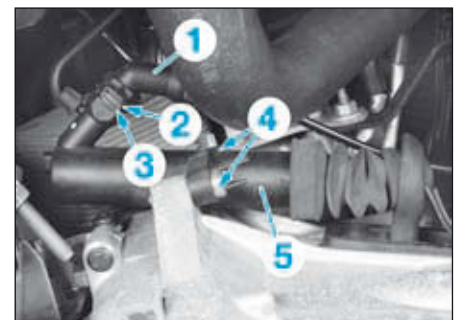

FIG.6
- Retirer les agrafes (2) et (3) sans les déposer (Fig.6).
- Désaccoupler la canalisation hydraulique (1).
- Déposer les vis de fixation (4) du cylindre récepteur (5) puis dégager ce dernier.